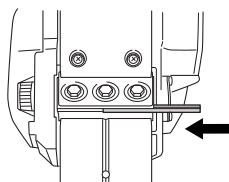

Fig. 17
- (2) Comme indiqué à la Fig. 17, monter la nouvelle lame de coupe en la glissant sur la plaque de fixation (B) de façon que l'extrémité de la lame dépasse de 1 mm de l'extrémité du bloc de lame.